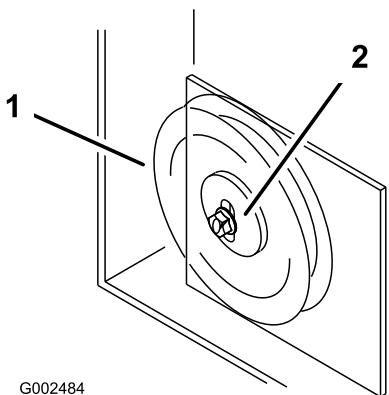

Figure 58
11. Si la plaque de la poulie de tension touche le bout de la fente de réglage et qu'il faut encore tendre la courroie, une légère modification de la poulie de tension fixe droite peut offrir un réglage de tension supplémentaire (Figure 58).